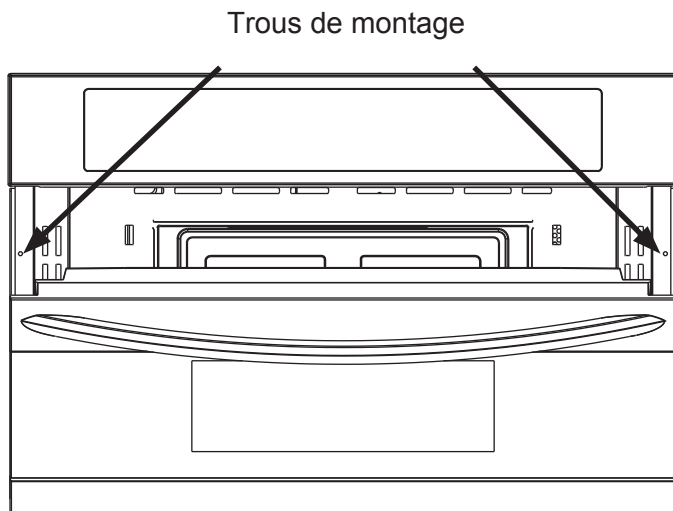

Figure 5 : Trous de montage des vis
1. Les trous de montage dans les garnitures latérales peuvent être utilisés comme gabarit pour localiser la vis de montage de l'appareil Trous (voir figure 5).